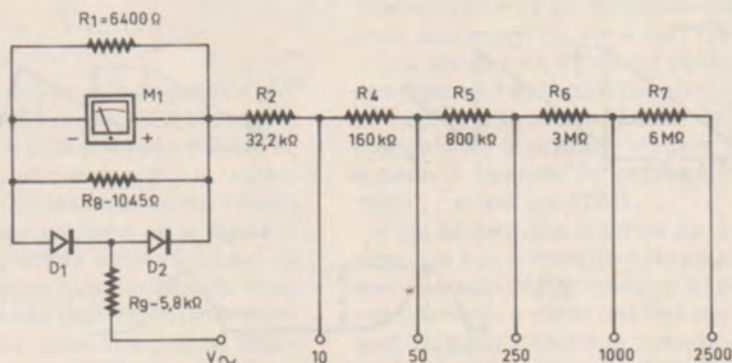

Figure 1
La **figure 1** montre le schéma d'un voltmètre alternatif qui appartient au même multimètre que le voltmètre continu de la figure 1 du n° 377 de Radio Plans et on y voit immédiatement la différence de résistance propre de l'appareil dans les deux cas. Dans celui de la figure 1 (377), de $20 \text{ k}\Omega/\text{V}$, il fallait une résistance série supplémentaire de $800 \text{ k}\Omega$ pour passer de la sensibilité 10 V à celle de 50 V , tandis que dans le schéma de la figure 1 (377) la résistance série supplémentaire n'est que de $160 \text{ k}\Omega$ pour un même écart de tensions : 40 V . La résistance propre de ce voltmètre alternatif est donc de $160\ 000/40 = 4 \text{ k}\Omega/40 = 4 \text{ k}\Omega/\text{V}$, ce qui est une valeur très « honorable », car de très nombreux contrôleurs du commerce présentent, en alternatif, une résistance propre encore beaucoup plus faible : $2 \text{ k}\Omega/\text{V}$, $1 \text{ k}\Omega/\text{V}$, $900 \Omega/\text{V}$ et même $300 \Omega/\text{V}$.